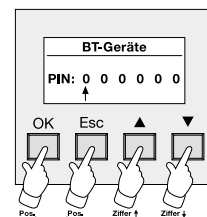

Bild 3:
3. An dieser Stelle ist es möglich, dass der Bediener dazu aufgefordert wird, eine PIN einzugeben (Bild 3). Die 6-stellige Identifikationsnummer kann das Gerät auf Benutzerebene vor unbefugtem Fremdzugriff schützen. Die Aktivierung der PIN erfolgt während der Parametrierung des Bluetooth Gateways im ETS-PlugIn. Im Parameterzweig "Bluetooth Gateway" kann die "PIN 1 für Geräteverwaltung" freigeschaltet und festgelegt werden. Wenn die PIN 1 nicht freigeschaltet ist, wird an dieser Stelle keine PIN-Eingabe gefordert (direkt weiter mit Schritt 4.). Der Pfeil zeigt die Zifferposition an, die mit den beiden rechten Pfeiltasten (Δ / ∇) geändert werden kann (0 ... 9). Mit der "OK"-Taste wird die aktuelle Ziffer bestätigt und zur nächsten Ziffer gesprungen. Beim Betätigen der Taste "ESC" kann wieder eine Ziffer zurück gegangen werden.